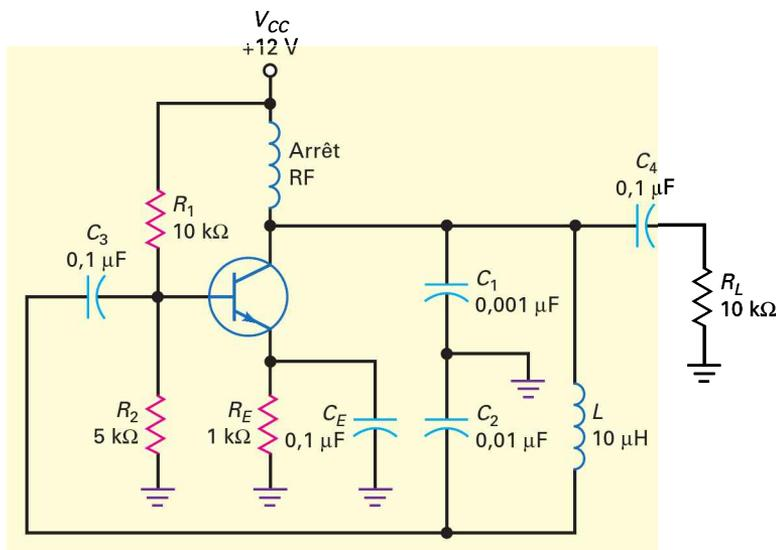

Figure 21.54
- 21.9** Quelle est la valeur approximative de la fréquence d'oscillation sur la figure 21.54 ? Quelle est la valeur de B ? Quelle est la valeur minimale de A pour l'amorçage de l'oscillateur ?
- 21.10** L'oscillateur de la figure 21.54 est repensé pour devenir un oscillateur BC similaire à celui de la figure 21.18 ; que vaut le taux de réaction ?
- 21.11** Si, dans la figure 21.54, la valeur de L est doublée, que devient la fréquence d'oscillation ?
- 21.12** Que doit valoir l'inductance de la figure 21.54 pour doubler la fréquence d'oscillation ?
- 21.13** Dans la figure 21.54, un condensateur de 47 pF est placé en série avec l'inductance $10 \text{ }\mu\text{H}$; le circuit devient un oscillateur Clapp. Quelle est la fréquence d'oscillation ?
- 21.30** L'oscillateur Colpitts représenté sur la figure 21.54 ne s'amorce pas. Donnez au moins trois défauts possibles.
- 21.33** Sur la figure 21.54, choisissez la valeur de l'inductance L pour obtenir une fréquence d'oscillation égale à 2,5 MHz.